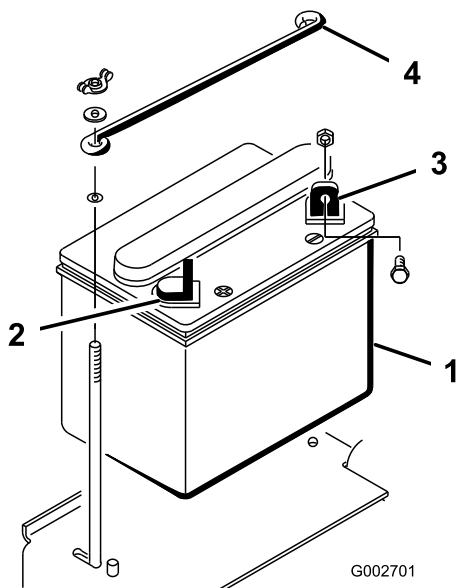

図 6
- マイナス端子を車体後方に向けてバッテリーを車体に載せる (図 6)。